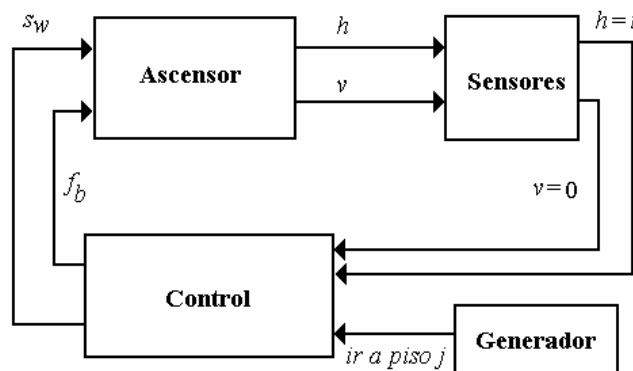

Figura 2. Esquema del sistema de control completo.
6. Acoplar los tres modelos con un generador de pedidos para el controlador (ver Figura 2) y programar un simulador para el modelo acoplado.